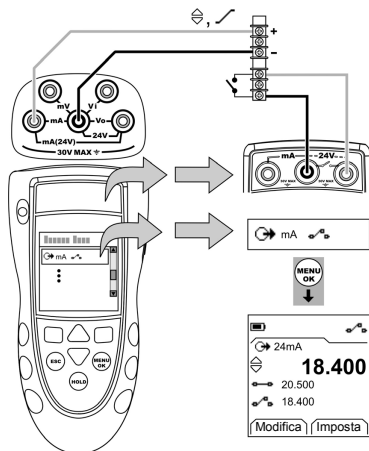

Figura 5: Esempio configurazione – test del selettore
1. Collegare lo strumento (Figura 5) e, se necessario, modificarne il *Setup* (Tabella 1).